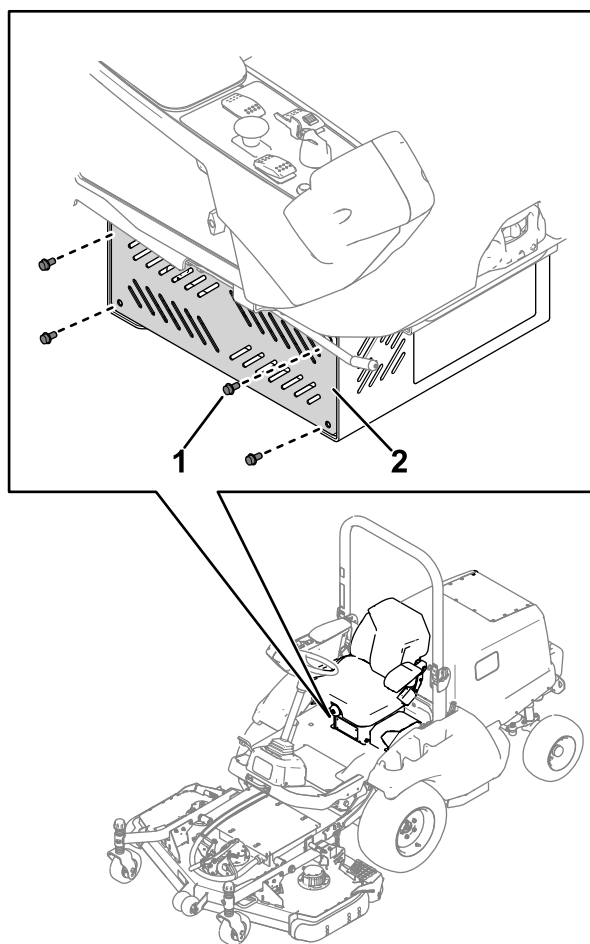
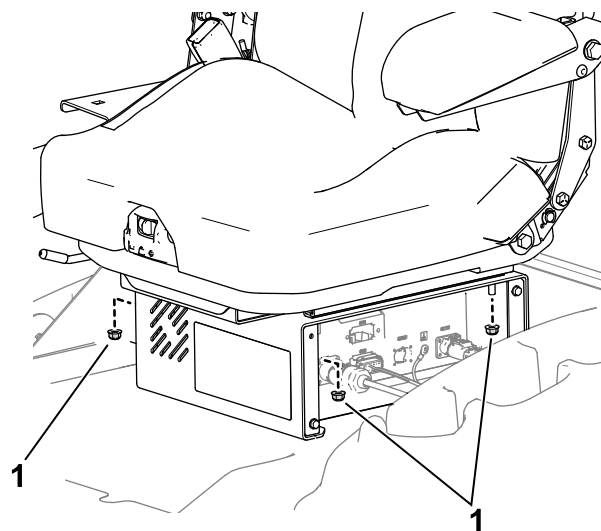

Figura 1
**Figura 9**
1. **Máquinas Groundsmaster e3200 ou e3300:** Remova a placa do lado direito da base do banco (Figura 1). Guarde os parafusos.
- A. Remova a placa do lado esquerdo da base do banco (Figura 9): Guarde os parafusos.
- C. Utilize os parafusos guardados para instalar as placas da base do banco em cada lado da base do banco (Figura 1 e Figura 9).